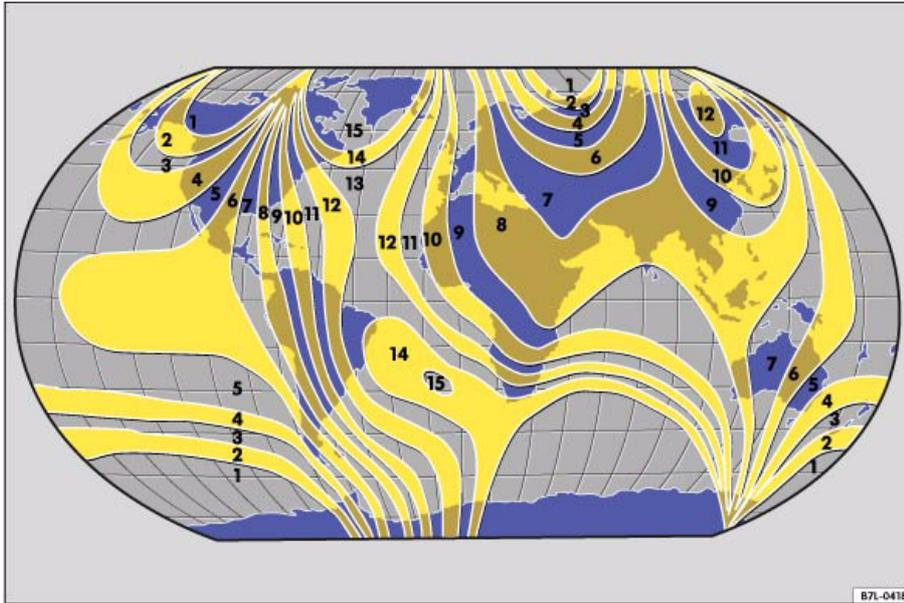

Abb. 25 Kompasszonen
- Wählen Sie die für Ihren Bereich gültige Kompasszone aus der Abbildung aus ⇒ Abb. 25.